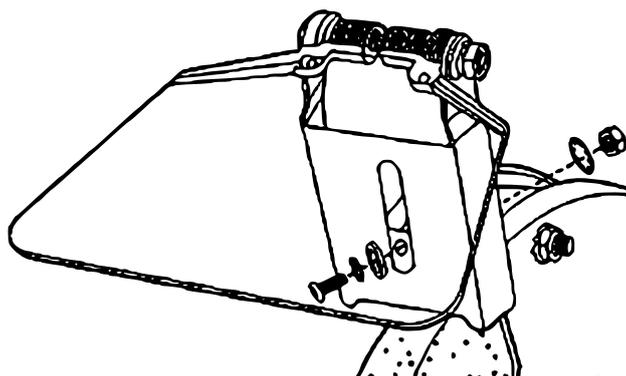

Figure 1
1. Amenez la fente du pare-étincelles (5) sur le trou sur le dessus du protège-meule (6).
3. Visser une vis (5a) à travers la fente du pare-étincelles (5) et le trou sur le dessus du protège-meule (6) (voir Fig. 1).